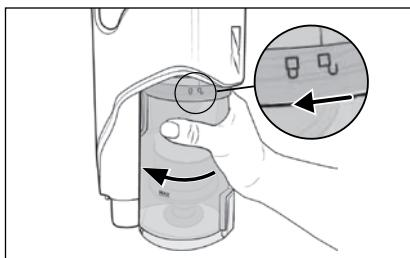

Fig. 22
- Per rimuovere il contenitore di raccolta dello sporco **7** dall'apparecchio, ruotarlo in direzione del simbolo **□** (aprire), fino a quando non sarà possibile staccarlo dall'apparecchio (vedere fig. 22).